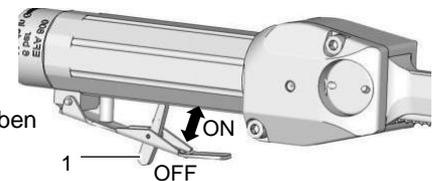

Abb. 6.1 – Schalthebel (EFA 800)
Das Zerlegemesser ist mit einem Ventilhebel (1) zum Schalten des Druckluftstromes ausgerüstet, s. Abb. 6.1.